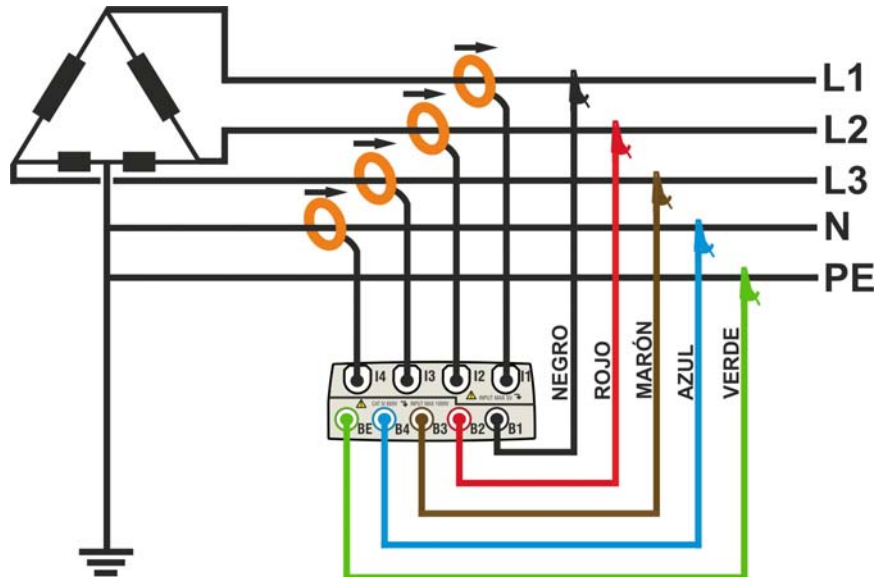

Fig. 125: Conexión del instrumento en un sistema Trifásico 4-hilos 3PHL
2. Conecte los cables de medida de tensión sobre los conductores de L1, L2, L3 y N respetando los colores como muestra la Fig. 125. **Verifique en el visualizador la indicación "123" relativa al correcto sentido cíclico de las fases** (ver el § 5.2.1) y efectuar las oportunas correcciones hasta cumplir tal situación.
3. Conecte las pinzas de corriente sobre el conductor L1, L2, L3 y N como muestra en la Fig. 125 **respetando el sentido de la flecha** presente sobre la misma pinza que indica la dirección convencional de la corriente desde el generador a la carga. **Verifique siempre (selecionando preliminarmente el sistema 3-hilos), en la pantalla de la sección Visualización Medida, que las Potencias Activas P1, P2, P3 sean siempre positivas y que el factor de potencia Pf1, Pf2, Pf3 sea correspondiente a la carga, normalmente inductivo**, antes de activar un registro. En caso de valores negativos de las potencias activas gire la pinza 180° sobre el conductor interesado.